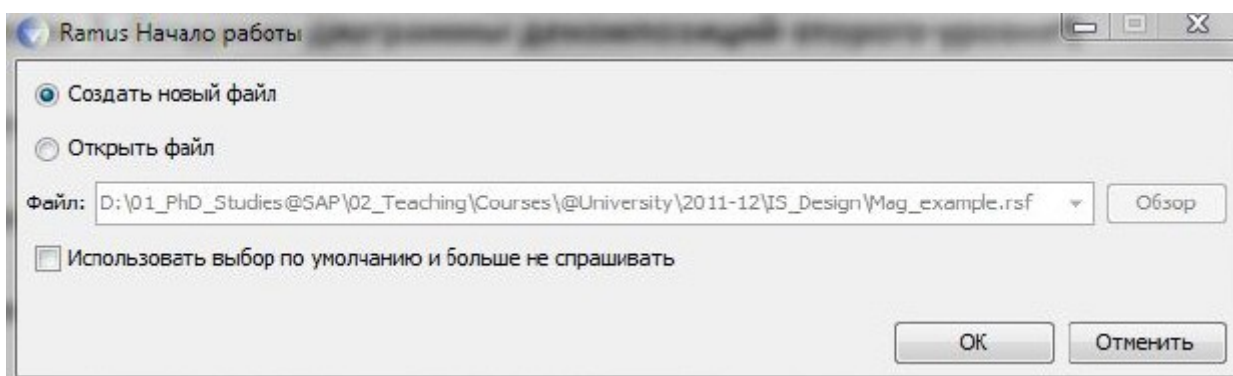

Рис. 1. Диалоговое окно начала работы в Ramus
1. После запуска программы на экране появится окно начала работ (рис. 1). Выберите опцию "Создать" и нажмите "ОК".